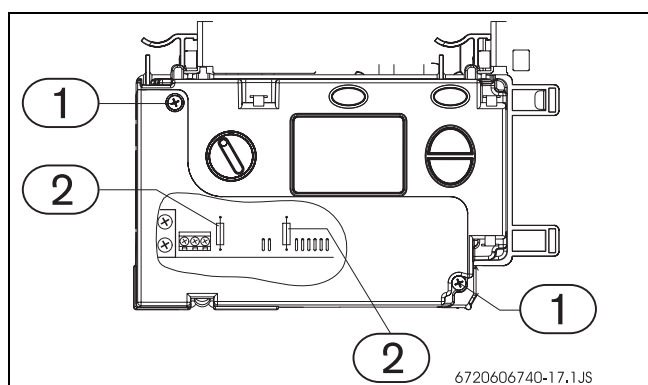

Fig. 22 Quadro comandi
- ▶ rimuovere le viti dello sportellino, presso il quadro comandi (→Fig. 22, pos. 1).
- ▶ sostituire il/i fusibile/i (→Fig. 22, pos. 2).